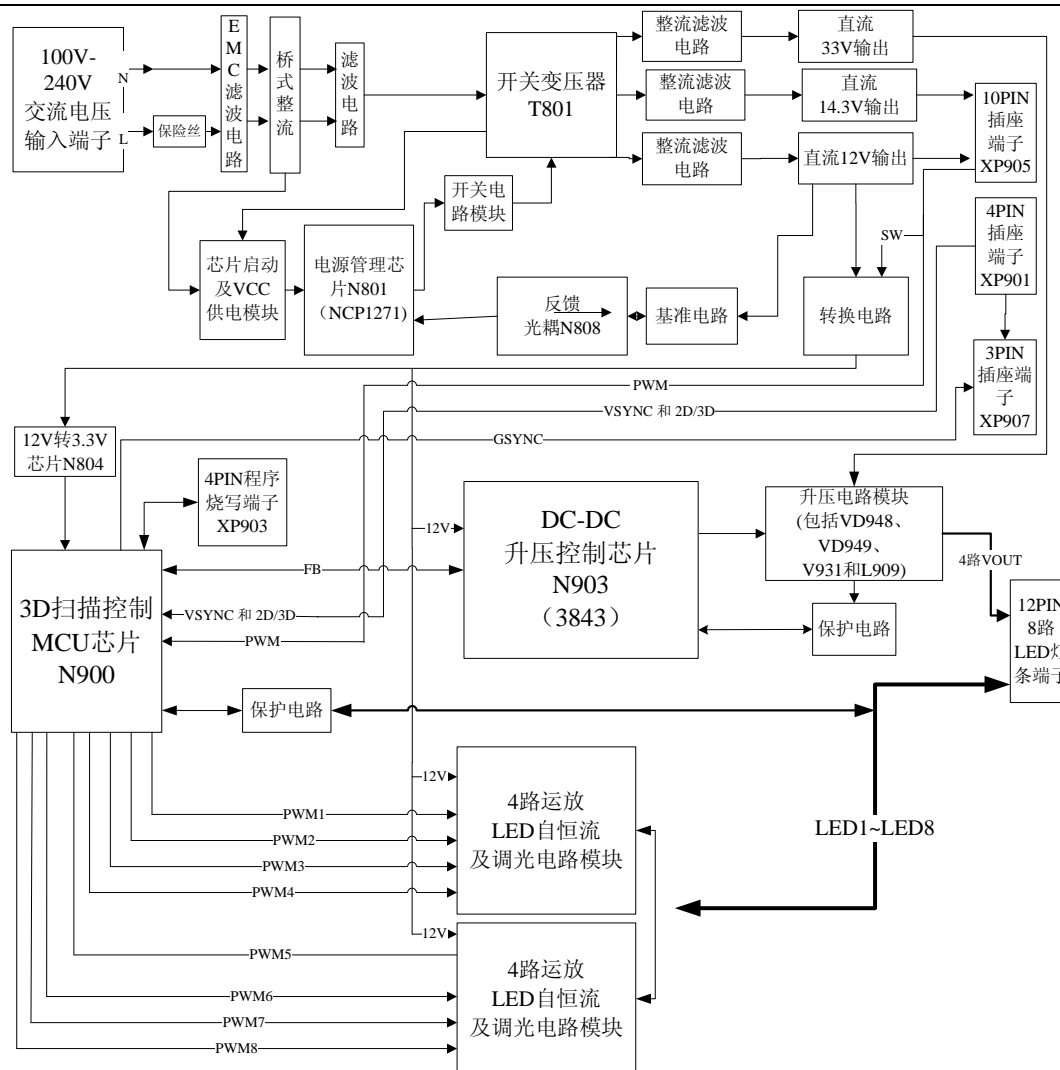

图 1 . 4981 电源板原理框图
第一种方法: 用万用表测量芯片 N900 的第 28 引脚 DAT 脚, 看该引脚电平是 0V、1V-2V 之间、2V-3.3V 之间的哪一种。若是 0V, 则检查 12V 输出是否正常, 若 12V 正常则检查 N900 芯片供电引脚是否为正常的 3.3V, 若不是 3.3V 则更换 LDO 芯片 N804(1117A-3.3V); 若是 3.3V 则更换 3D 扫描控制 MCU 芯片 N900 (PIC16F723A) 并用烧写器通过 XP903 (5pin) 插座写入最新的驱动扫描程序, 即可完成修理, 背光即可正常点亮; 若 N900 芯片第 28 脚输出 0V 且 12V 不正常, 则使用下面的第二种方法进行修理。若 N900 芯片第 28 脚输出 1V-2V 之间, 则可判定为 LED 灯条低端对地短路, 检查 LED 灯条下端的三极管等器件是否短路, 并检查灯条的下端是否和背板等处有短路现象。若 N900 芯片第 28 脚输出 2V-3.3V 之间, 则可判定为 LED 灯条两端短路或者灯条两端开路, 检查灯条线是否有问题或者检查灯条端子是否插牢, 若灯条线和端子都没有问题, 则测量图 1 所示的 DC-DC 升压控制电路模块, 检测 VREF 输出是否正常, 若不正常, 则更换芯片 N903(3843) 同时检查更换该芯片周围损坏的器件, 然后用假负载连接到 10PIN 端子插座, 基本都可以点亮背光。
第二种方法: ①检查电源电路是否有输出, 即 10PIN 端子插座的 12V 引脚是否已输出直流 12V。若无 12V 输出, 请看步骤⑨。若有 12V 输出, 则继续。②12V 有输出, 则判定 LED 驱动电路部分有问题, 10PIN 端子插座连接假负载看背光是否点亮。背光点亮, 则可判定主板有问题, 更换主板, 完成修理。背光不亮, 则继续。③背光不亮, 同时观察背光在开机时是一闪即灭还是一直不亮。若一闪即灭, 则请看步骤⑦。若一直不亮, 则继续。④灯条线端子是否插牢, 若没插牢灯条端子, 则插牢后返回步骤②。若灯条端子一直处于插牢状态, 则继续。若无损坏, 则观察图 1 所示的升压电路模块中的 V931 以及恒流控制模块中的八个下管三极管 (BCP56-10) 是否有损坏。若有损坏, 则更换损坏器件, 然后返回步骤②。若无损坏, 则继续。⑤测量图 1 所示的 DC-DC 升压控制电路模块, 检测 VREF 输出是否正常, 若不正常, 则更换芯片 N903(3843) 同时检查更换该芯片周围损坏的器件, 然后用假负载连接到 10PIN 端子插座, 基本都可以点亮背光。若仍然点不亮背光, 则更换 3D 扫描控制 MCU 芯片 N900 (PIC16F723A) 并用烧写器通过 XP903 (5pin) 插座写入最新的驱动扫描程序, 即可完成修理, 背光即可正常点亮。⑥背光一闪即灭, 则用万用表检测灯条线之间及灯条线和背板之间是否有短路, 若无短路, 则返回步骤⑤。若有短路, 则模组灯条问题, 电源板无故障。⑦12V 无输出, 则判定电源电路部分有问题, 检测保险丝 F801、开关电路模块中的 V801 (STK0765)、芯片启动及 VCC 供电模块中的 V800 (BCP56 -10T1G/MMBT2222) 和 VZ801 (MMSZ16TG) 以及其他器件是否有损坏。若有损坏, 则更换相应器件, 然后返回步骤①。若无损坏, 则继续。⑧检测电源管理芯片 N801 的 4、5、6 三个引脚之间是否有短路迹象, 若有短路现象, 则更换 N801 (NCP1271), 然后返回步骤①。若无短路迹象, 则依据表 1 检测芯片各引脚电平是否正常。若各引脚电平正常则更换电感 L805, 即可完成修复。若各引脚电平不正常, 则更换芯片 N801 (NCP1271), 返回步骤①, 即可完成修复。
的第二种方法进行修理。若 N900 芯片第 28 脚输出 1V-2V 之间, 则可判定为 LED 灯条低端对地短路, 检查 LED 灯条下端的三极管等器件是否短路, 并检查灯条的下端是否和背板等处有短路现象。若 N900 芯片第 28 脚输出 2V-3.3V 之间, 则可判定为 LED 灯条两端短路或者灯条两端开路, 检查灯条线是否有问题或者检查灯条端子是否插牢, 若灯条线和端子都没有问题, 则测量图 1 所示的 DC-DC 升压控制电路模块, 检测 VREF 输出是否正常, 若不正常, 则更换芯片 N903 (3843) 同时检查更换该芯片周围损坏的器件, 然后用假负载连接到 10PIN 端子插座, 基本都可以点亮背光。
第二种方法: ①10PIN 端子插座连接假负载看背光是否点亮。背光点亮, 则可判定主板有问题, 更换主板, 完成修理。背光不亮, 则继续。②10PIN 端子插座的 12V 引脚输出直流 12V。若是 12V 输出, 请看步骤③。③12V 有输出, 背光不亮, 则观察背光是一闪即灭还是一直不亮。若一闪即灭, 则请看步骤⑦。若一直不亮, 则继续。④灯条线端子是否插牢, 若没插牢灯条端子, 则插牢后返回步骤①。若灯条端子一直处于插牢状态, 则继续。⑤背光一直不亮, 则观察图 1 所示转换电路的 V925 和 V914 以及保护电路相关的器件是否已损坏。若有损坏件, 则更换损坏器件, 然后返回步骤①。若无损坏, 则观察图 1 所示的升压电路模块中的 V931 以及恒流控制模块中的八个下管三极管 (BCP56-10) 是否有损坏。若有损坏, 则更换损坏器件, 然后返回步骤①。若无损坏, 则继续。⑥测量图 1 所示的 DC-DC 升压控制电路模块, 检测 VREF 输出是否正常, 若不正常, 则更换芯片 N903 (3843) 同时检查更换该芯片周围损坏的器件, 然后用假负载连接到 10PIN 端子插座, 基本都可以点亮背光。若仍然点不亮背光, 则更换 3D 扫描控制 MCU 芯片 N900 (PIC16F723A) 并用烧写器通过 XP903 (5pin) 插座写入最新的驱动扫描程序, 即可完成修理, 背光即可正常点亮。⑦背光一闪即灭, 则用万用表检测灯条线之间及灯条线和背板之间是否有短路, 若无短路, 则返回步骤⑥。若有短路, 则模组灯条问题, 电源板无故障。
第一种方法: 用万用表测量芯片 N900 的第 28 引脚 DAT 脚, 看该引脚电平是 0V、1V-2V 之间、2V-3.3V 之间的哪一种。若是 0V, 则检查 12V 输出是否正常, 若 12V 正常则检查 N900 芯片供电引脚是否为正常的 3.3V, 若不是 3.3V 则更换 LDO 芯片 N804 (1117A-3.3V); 若是 3.3V 则更换 3D 扫描控制 MCU 芯片 N900 (PIC16F723A) 并用烧写器通过 XP903 (5pin) 插座写入最新的驱动扫描程序, 即可完成修理, 背光即可正常点亮; 若 N900 芯片第 28 脚输出 0V 且 12V 不正常, 则使用下面的第二种方法进行修理。若 N900 芯片第 28 脚输出 1V-2V 之间, 则可判定为 LED 灯条低端对地短路, 检查 LED 灯条下端的三极管等器件是否短路, 并检查灯条的下端是否和背板等处有短路现象。若 N900 芯片第 28 脚输出 2V-3.3V 之间, 则可判定为 LED 灯条两端短路或者灯条两端开路, 检查灯条线是否有问题或者检查灯条端子是否插牢, 若灯条线和端子都没有问题, 则测量图 1 所示的 DC-DC 升压控制电路模块, 检测 VREF 输出是否正常, 若不正常, 则更换芯片 N903 (3843) 同时检查更换该芯片周围损坏的器件, 然后用假负载连接到 10PIN 端子插座, 基本都可以点亮背光。
第二种方法: ①7PIN 端子插座连接假负载看背光是否点亮。背光点亮, 则可判定主板有问题, 更换主板, 完成修理。背光不亮, 则继续。②背光不亮, 则观察背光是一闪即灭还是一直不亮。若一闪即灭, 则请看步骤⑥。若一直不亮, 则继续。③灯条线端子是否插牢, 若没插牢灯条端子, 则插牢后返回步骤①。若灯条端子一直处于插牢状态, 则继续。④背光一直不亮, 则观察图 1 所示转换电路的 V925 和 V914 以及保护电路相关的器件是否已损坏。若有损坏件, 则更换损坏器件, 然后返回步骤①。若无损坏, 则观察图 1 所示的升压电路模块中的 V931 以及恒流控制模块中的八个下管三极管 (BCP56-10) 是否有损坏。若有损坏, 则更换损坏器件, 然后返回步骤①。若无损坏, 则继续。⑤测量图 1 所示的 DC-DC 升压控制电路模块, 检测 VREF 输出是否正常, 若不正常, 则更换芯片 N903 (3843) 同时检查更换该芯片周围损坏的器件, 然后用假负载连接到 10PIN 端子插座, 基本都可以点亮背光。若仍然点不亮背光, 则更换 3D 扫描控制 MCU 芯片 N900 (PIC16F723A)